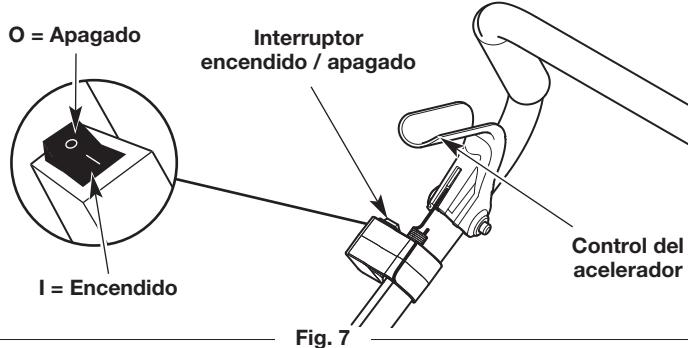

Fig. 7
NOTA: No hay necesidad de encender la unidad. El interruptor de Encendido/Apagado debe estar en la posición **Encendido (I)** en todo momento (Fig. 7).
NOTA: NO apriete el control del acelerador (Fig. 7) hasta el paso 6.
6. Apriete y mantenga oprimido el control del acelerador (Fig. 7). Continúe calentando el motor entre 30 y 60 segundos más. Se puede usar la unidad durante este período.
2. Oprima y mantenga apretado el interruptor de encendido/apagado en la posición **Apagado (O)** hasta que el motor se pare por completo (Fig. 7).
NOTA: NO apriete el control del acelerador (Fig. 7) hasta el paso 8.
8. Apriete y mantenga oprimido el control del acelerador (Fig. 7). Continúe calentando el motor entre 30 y 60 segundos más. Se puede usar la unidad durante este período.